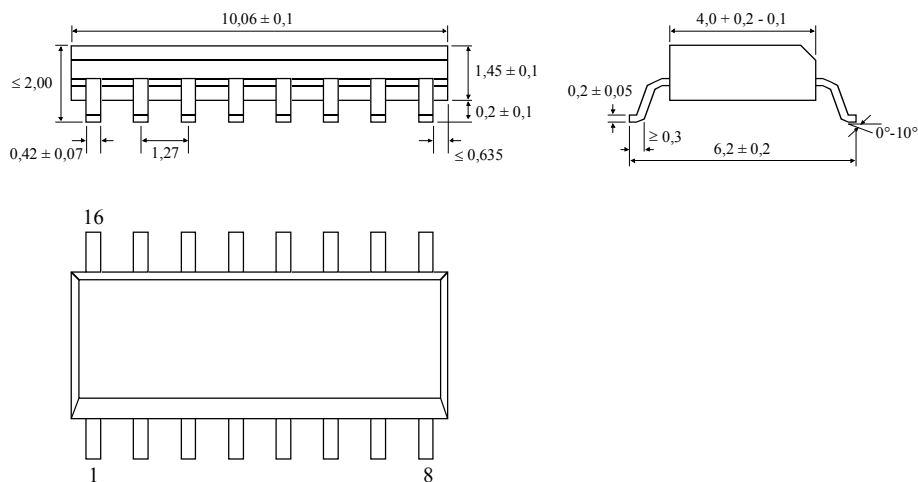

图 7
- 16 脚 SMD 塑封贴片 SO 16 (n) , 最大耗散功率 $P_D=300\text{mW}$ 。(见图 7)